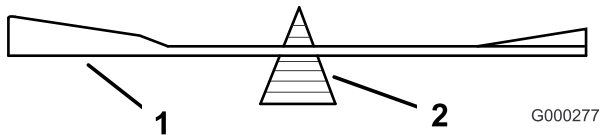
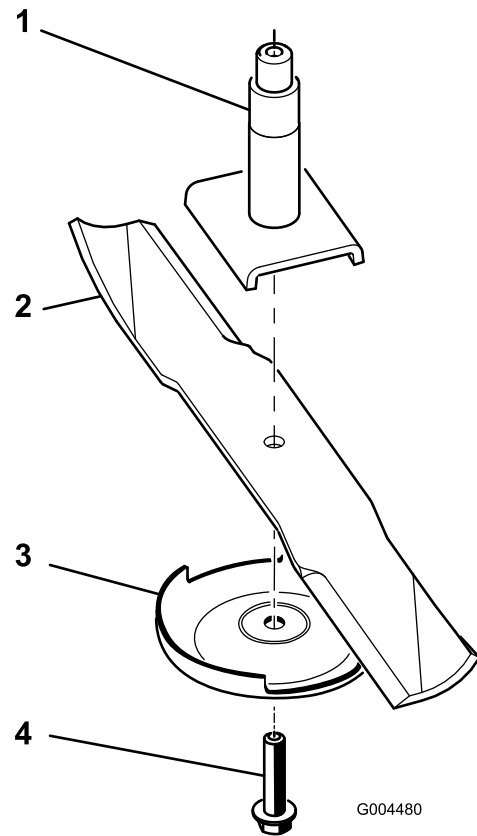

Bild 76
Bild 77
2. Entfernen Sie die Messerschraube, die Antiskalpierplatte und das Messer von der Spindelwelle (Bild 77).
2. Überprüfen Sie die Auswuchtung des Schnittmessers auf einer Ausgleichsmaschine (Bild 76). Wenn das Schnittmesser in seiner horizontalen Position bleibt, ist es ausgewuchtet und kann wiederverwendet werden. Feilen Sie, wenn das Schnittmesser nicht ausgewuchtet ist, vom Flügelbereich des Messers etwas Metall ab (Bild 77). Wiederholen Sie diesen Vorgang, bis das Messer ausgewuchtet ist.
1. Setzen Sie das Messer auf die Spindelwelle (Bild 77).
2. Montieren Sie die Antiskalpierplatte und die Messerschraube (Bild 77).